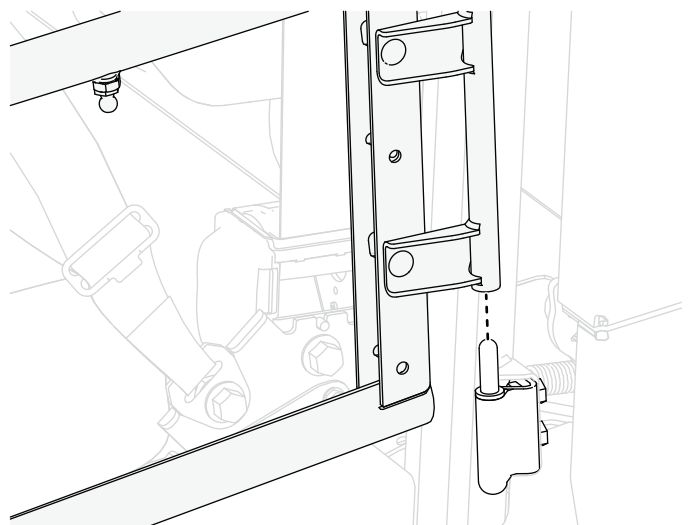

Figur 9
- Fastgør det nederste, venstre hængsel løst til beslaget på styrtbøjlerøret med 2 skruer (5/16" x 3/4") som vist i Figur 9.
- Placer afstandsbøsningen oven på hængslet (Figur 9).